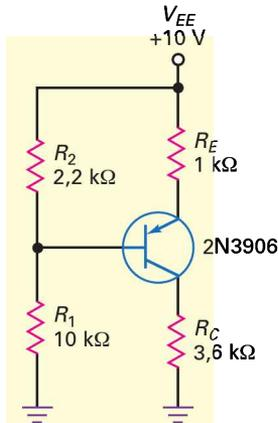

Figure 7.37
7.31 Dites si la tension collecteur augmente, diminue ou reste la même dans la figure 7.37 pour de petites augmentations des valeurs suivantes :
7.33 D'après la figure 7.37, quelle est la valeur approximative de la tension collecteur pour chacun des défauts suivants :
7.34 Quelle est la tension collecteur dans le montage de la figure 7.37 ?
7.35 Quelle est la tension collecteur-émetteur dans le montage de la figure 7.37 ?
7.36 Quels sont le courant de saturation et la tension collecteur-émetteur de blocage dans le montage de la figure 7.37 ?